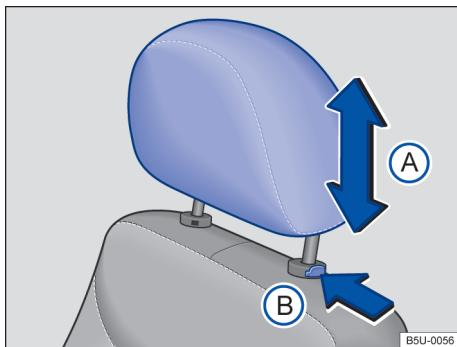

Fig. 61 Apoio para cabeça dianteiro: desinstalar.
- Pressionar o botão → Fig. 61 B no sentido da seta. Retirar o apoio para cabeça com a tecla pressionada.
- Empurrar o apoio para a cabeça totalmente para baixo com o botão → Fig. 61 B pressionado.